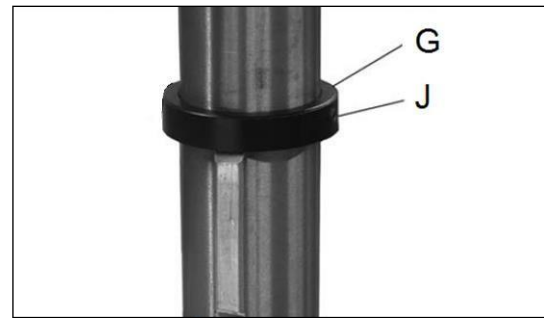

Fig 9
Monter la bague d'arrêt (G, Fig 9) et bloquer la tige filetée (J).